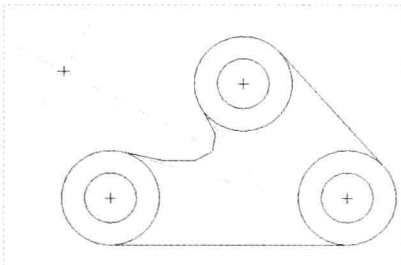

图 2-87 椭圆形圆角
- 椭圆形:圆角的形状为不规则的椭圆形。例如,选择“椭圆形”选项,分别选取两个图元,系统便会在这两个图元间创建椭圆形圆角,如图2-87所示。